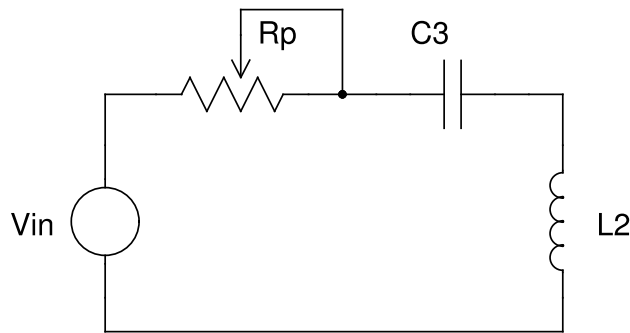

Figura 7.3
- Monte o circuito da figura 7.3;
1. Monte o circuito da figura 7.3 com $10mH < L_2 < 10H$, $L_2 \neq L_1$, e $10pF < C_3 < 100nF$, $C_3 \neq C_2$;